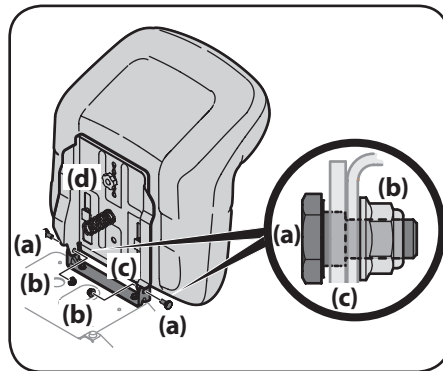

Figure 2-8
6. Fixez l'ensemble du siège avec les deux boulons à épaulement (a) et les contre-écrous (b) retirés précédemment. Voir la Figure 2-8.
7. Pour régler la position du siège, desserrer le bouton/boulon de réglage sur la partie inférieure du siège. Faites glisser le siège vers l'avant ou vers l'arrière comme désiré. Resserrez le bouton/boulon de réglage. Voir la Figure 2-8.